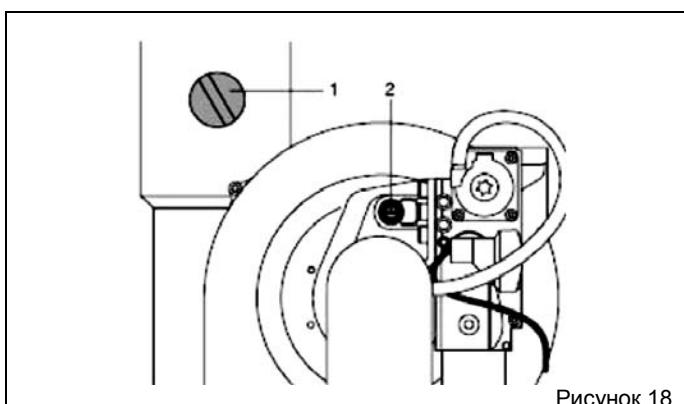

Рисунок 18
2. Убедитесь в том, что два комнатных термостата подают запрос на тепло. Если после цикла розжига возникнут проблемы с запуском горелки, поверните против часовой стрелки регулировочный винт примерно на 1 оборот за раз (см. Рисунок 18).
4. Отрегулируйте горение с помощью винта, показанного на Рис. 18 так, чтобы добиться оптимального содержания CO2 (смотри Таблицу). Для уменьшения этого значения поворачивайте винт по часовой стрелке;